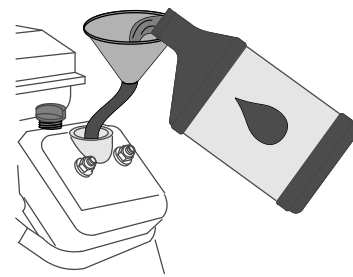

**Figura 74**
1. Retire la varilla del cuello de llenado del motor y limpie la varilla y el cuello de llenado con un trapo limpio (Figura 74).